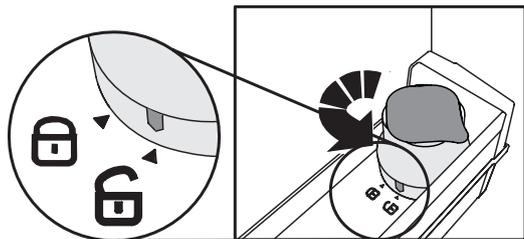

Fig. 3
- Sbloccare l'intero filtro ruotandolo in senso antiorario (Fig. 3).
- Rimuovere la vecchia cartuccia a carboni attivi e inserire quella nuova **dopo averla attivata**, in modo che il mese corrente sia visibile attraverso la finestra. **(Seguire la procedura descritta in Attivazione e installazione del filtro a carboni attivi - Fig. 3,4,5,6,7,8).**